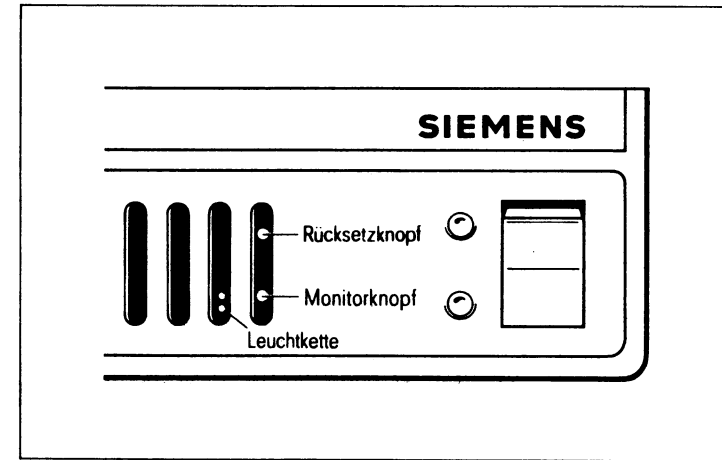

Bild 12.2: Rücksetz- und Monitorknopf
- o Es erscheint noch immer keine Meldung; d.h., der Einschalttest wird nicht ordnungsgemäß durchgeführt. Notieren Sie die leuchtenden und nichtleuchtenden LED's der Leuchtkette. Die Zählweise ist von unten nach oben. Im Bild 12.2 leuchten die Leuchtdioden 0 und 1. Teilen Sie das Ergebnis der für Sie zuständigen Siemens-Niederlassung mit.